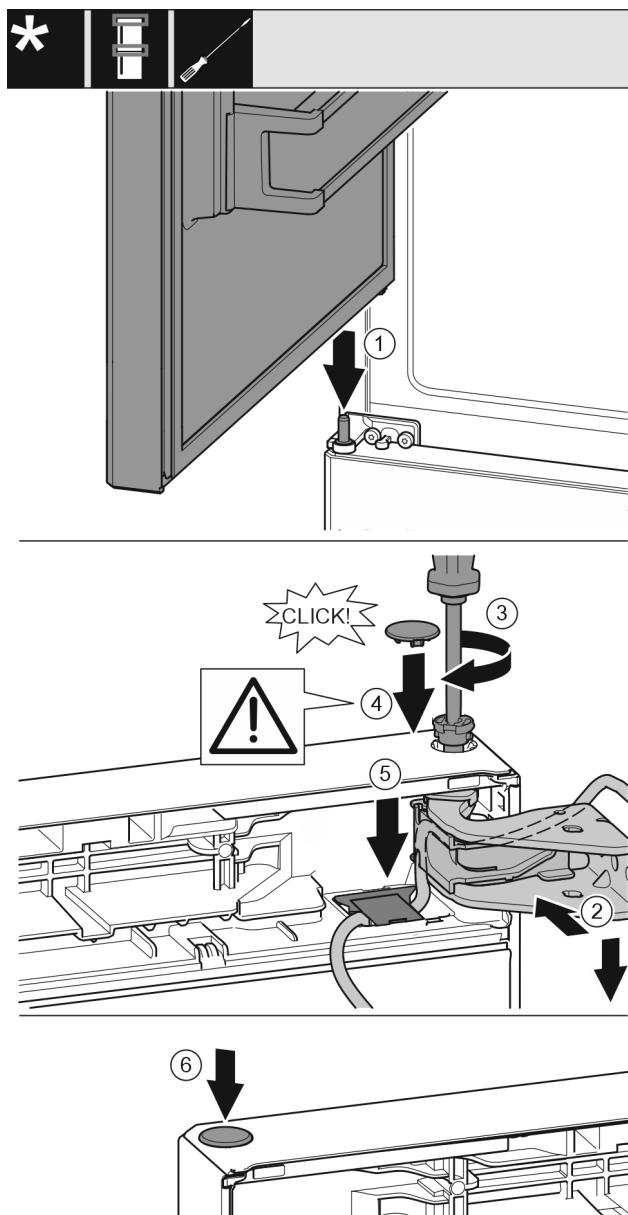

Fig. 30
- ▶ Stavite gornja vrata na srednji podložak ležaja Fig. 30 (1)
- ▶ Poravnajte gornja vrata prema otvoru u podlošku ležaja. Fig. 30 (2)
- ▶ Umetnute svornjak i zavijte odvijačem T15. Fig. 30 (3)
- ▶ Montirajte sigurnosni pokrov radi osiguranja vrata: Umetnute sigurnosni pokrov i provjerite naliježe li na vrata. U protivnom u potpunosti umetnите svornjake. Fig. 30 (4)
- ▶ Umetnute pokrov i pritišćite ga prema dolje dok se ne uglavi. Fig. 30 (5)
- ▶ Umetnute čep. Fig. 30 (6)